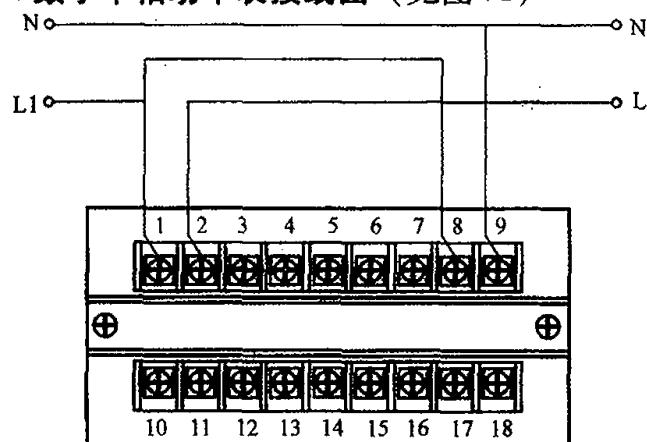

图 71 SHD1036 I 数字单相功率表接线图
71. SHD1036 I 数字单相功率表接线图（见图 71）